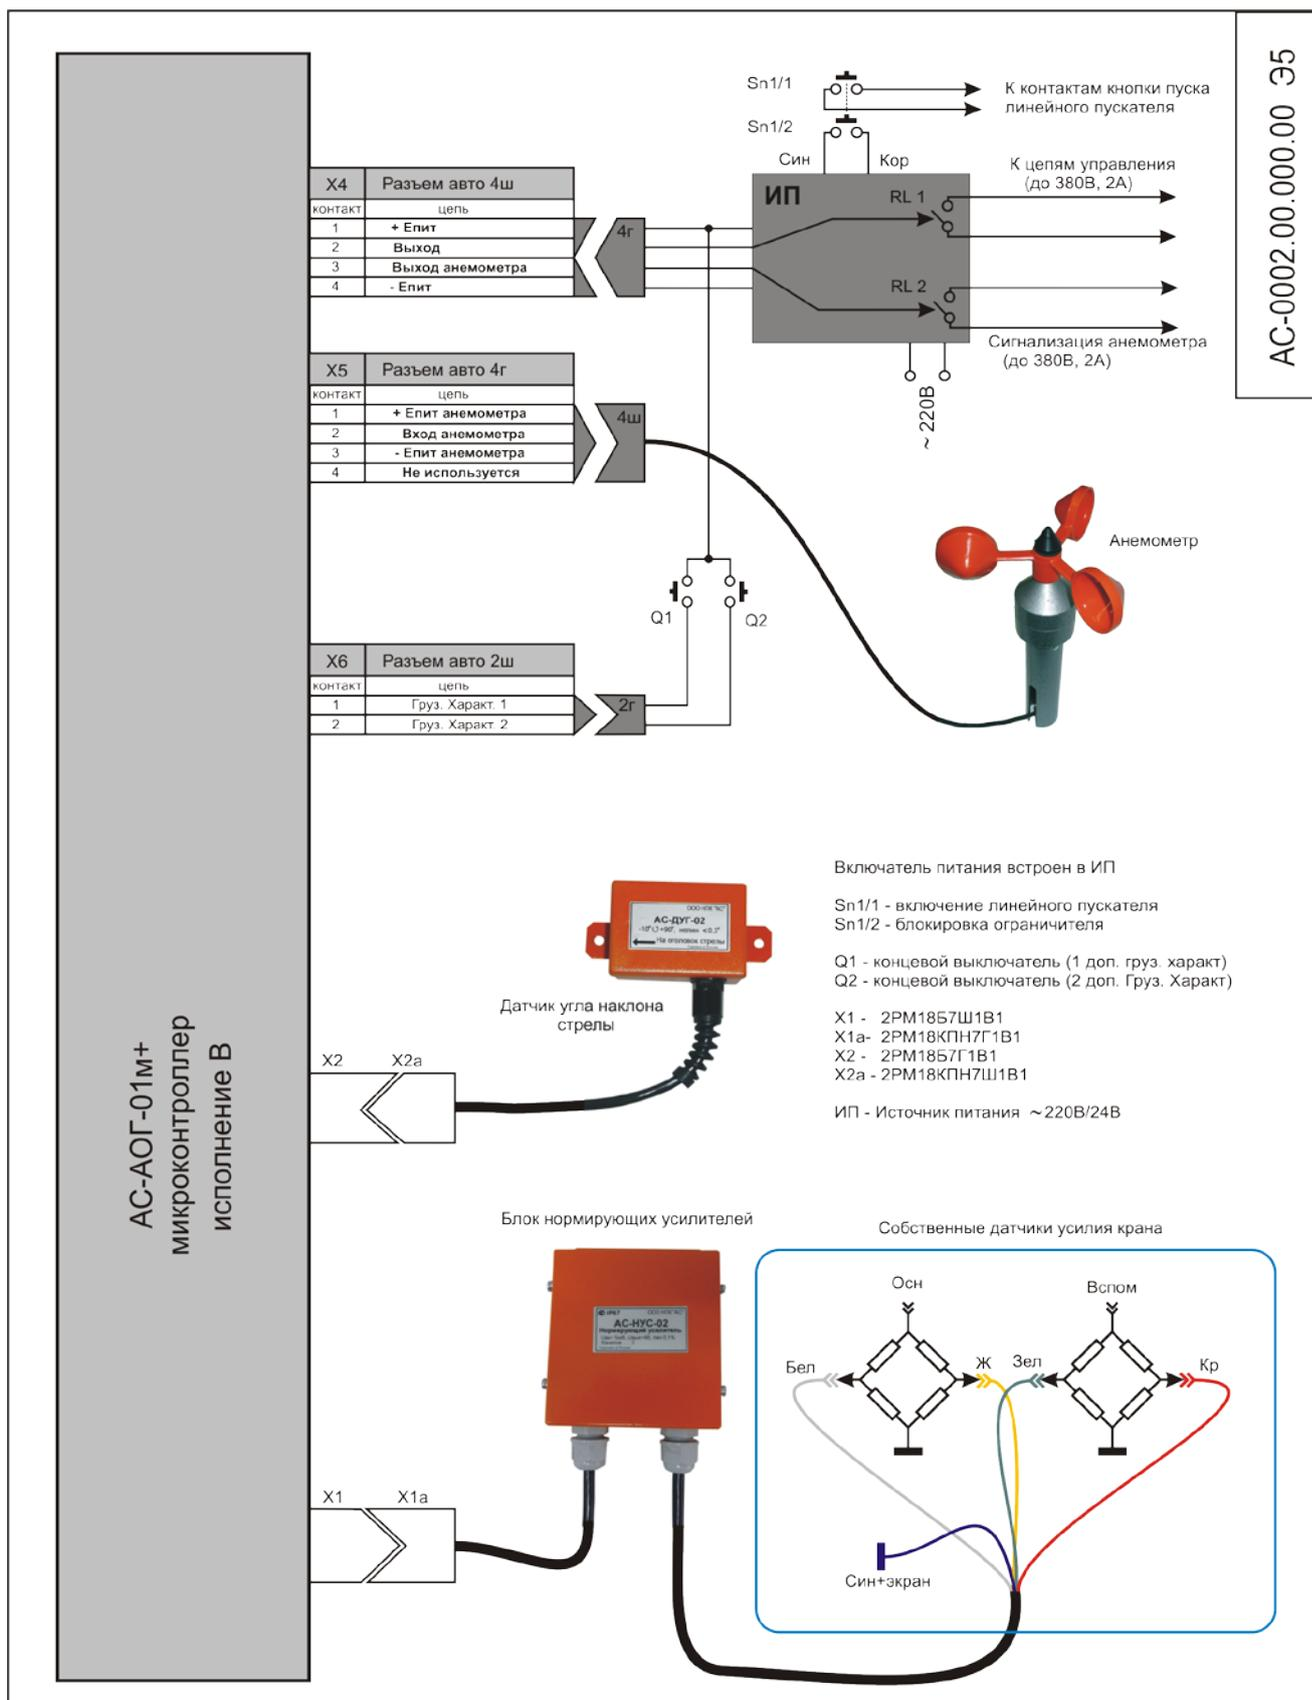

Рис.3
6.1. Описание работы проводится по схеме Рис.3.
Подсоединение АОГ к электрооборудованию крана должно быть произведено в соответствии со схемой подключения Рис.3, через контакты разъемов X4, X5 блока АОГ, Рис.2, расположенного на шлейфе, выходящем через гермовывод на задней стенке блока АОГ.